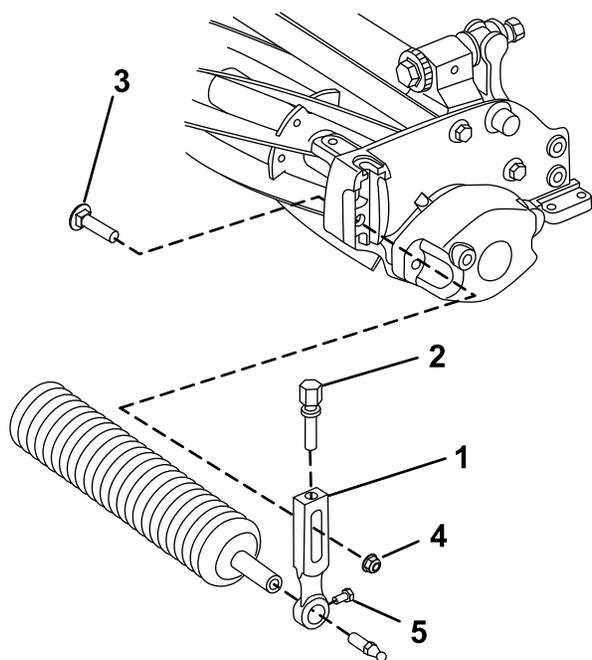

Figura 3
1. Retire o parafuso de arado, anilha e porca flangeada que prende um dos suportes de altura de corte (HOC) à placa lateral da unidade de corte (Figura 3).
3. Deslize o veio do rolo para o braço da altura de corte na extremidade oposta da unidade de corte (Figura 3).
4. Deslize o suporte HOC para o veio do rolo (Figura 3).
5. Instale, sem apertar, o rolo na unidade de corte com o suporte HOC e dispositivos de fixação previamente removidos (Figura 3).
7. Aperte os parafusos de montagem do rolo (Figura 3).
2. Desaperte os parafusos de montagem do rolo nos suportes da altura de corte (Figura 3).